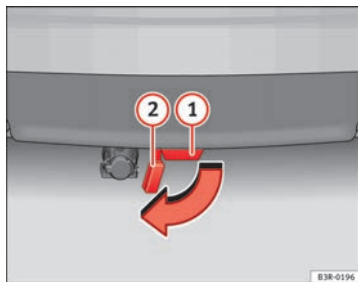

Abb. 163 Stoßfänger hinten: Verschlussdeckel aufklappen
- Klappen Sie den Verschlussdeckel ② ⇒ Abb. 163 des Aufnahmeschachts ① unterhalb des Stoßfängers bis zum Endanschlag heraus. Der Verschlussdeckel verrastet am Endanschlag automatisch.